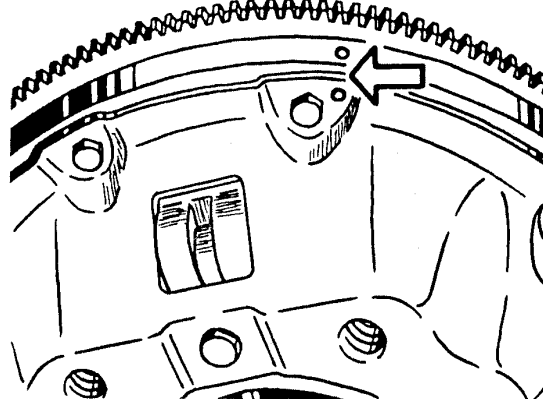

Рис.67. Расположение меток на маховике и кожухе сцепления
- привернуть к маховику нажимной диск сцепления с кожухом в сборе, предварительно отцентрировав ведомый диск сцепления при помощи шлицевой оправки (в качестве оправки можно использовать первичный вал коробки передач) по подшипнику в заднем торце коленчатого вала. Метки «0», выбитые на кожухе нажимного диска и маховике около одного из отверстий для болтов крепления кожуха, должны быть совмещены (рис.67). Затяжку болтов крепления кожуха производить с крутящим моментом  $19,6...24,5 \text{ Н}\cdot\text{м}$  ( $2...2,5 \text{ кгс}\cdot\text{м}$ ).